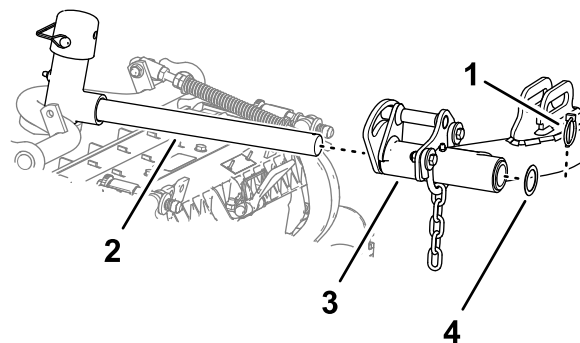

Рисунок 19
- Подведите режущий блок под подъемный рычаг (Рисунок 19).